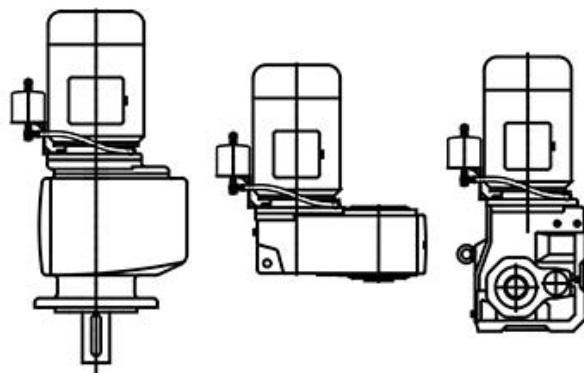

Рисунок 18: Положение компенсационного масляного бачка
Компенсационный масляный бачок устанавливается вертикально, чтобы соединительный патрубок находился внизу, а пробка выпуска воздуха вверху. Емкость должна быть установлена как можно выше. Возможные варианты расположения компенсационного масляного бачка см. Рисунок 18. Следует обратить внимание на то, что для конструктивного исполнения M4 с клеммной коробкой в положении 2 установка компенсационного масляного бачка невозможна.
2. Установить компенсационный масляный бачок, см. Рисунок 18. При этом он должен быть выровнен параллельно с валом двигателя.